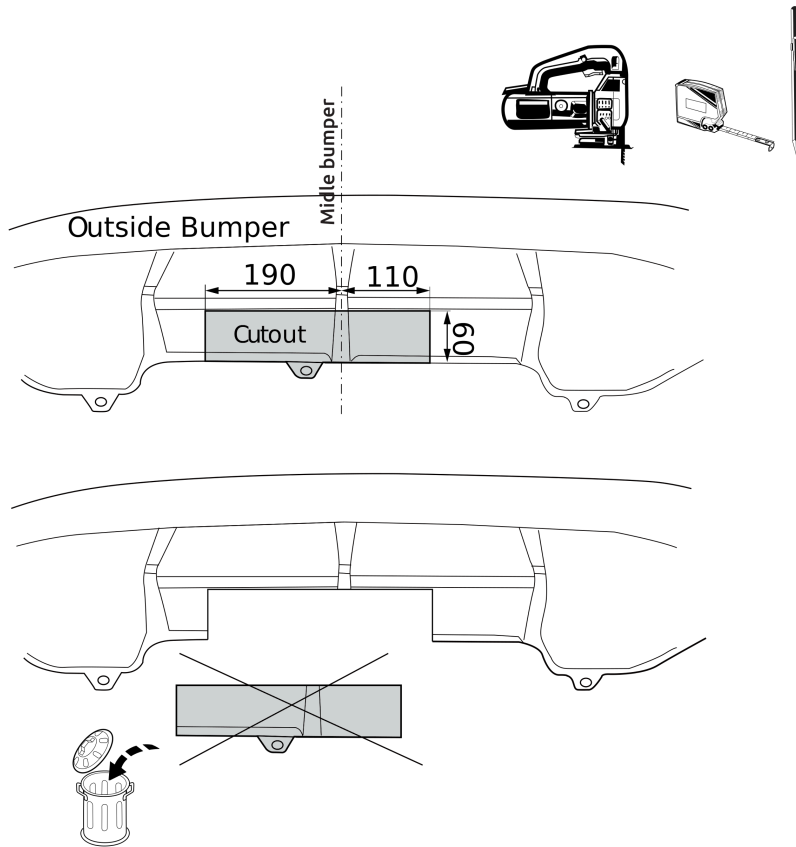

Fig. 4
12. Выпилить часть из бампера в середине снизу, как указано на рис. 4.